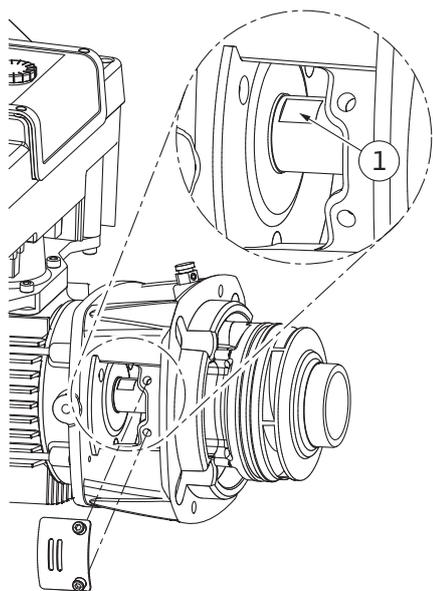

Fig. 106: Planos de llave en el eje
14. Introduzca una llave de boca fija (ancho de boca de 22 mm) en la ventanilla de la linterna y sujete el eje por los planos de llave (Fig. 106, Pos. 1). Desenrosque la tuerca del rodete (Fig. I, Pos. 22). El rodete (Fig. I, Pos. 21) se retira automáticamente del eje.
3. Introduzca una llave de boca fija (ancho de boca de 22 mm) en la ventanilla de la linterna y sujete el eje por los planos de llave (Fig. 106, Pos. 1).
10. Introduzca una llave de boca fija (ancho de boca de 32 mm) en la ventanilla de la linterna (Fig. IV, Pos. 38) y sujete el eje por los planos de llave (Fig. 106, Pos. 1). Monte el rodete con la/s arandela/s y la tuerca. Apriete la tuerca. Evite que el cierre mecánico resulte dañado debido a la inclinación.